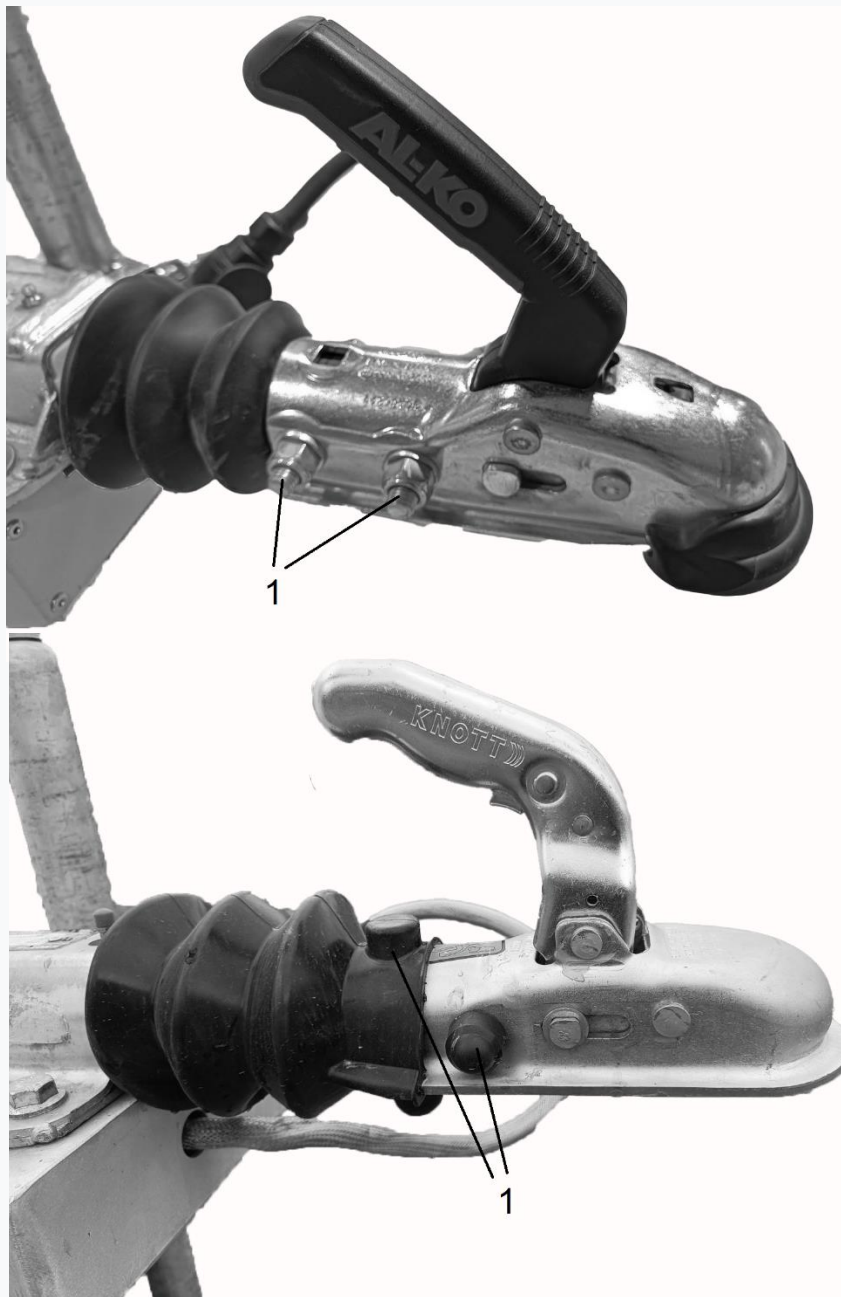

Рис. 5.7 (1 – болт)
- відкрутити два болти(1) (рис. 5.7)